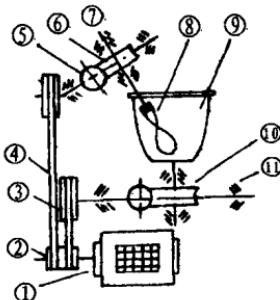

图 1-2 立式和面机原理图
立式和面机：(见图1-2)由电动机①通过三角皮带轮②③④⑤减速后，又经蜗杆⑥蜗轮⑦减速器减速，分别带动搅拌桨⑧和料缸⑨转动，进行搅拌工作。